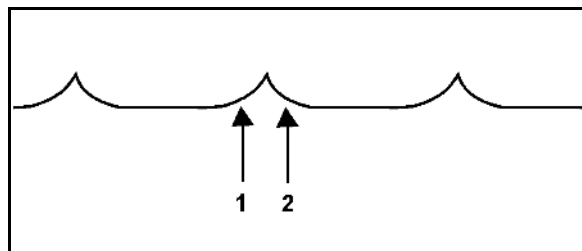

Рис. 42
- **Рис. 42** – правильная регулировка рядов дисков.